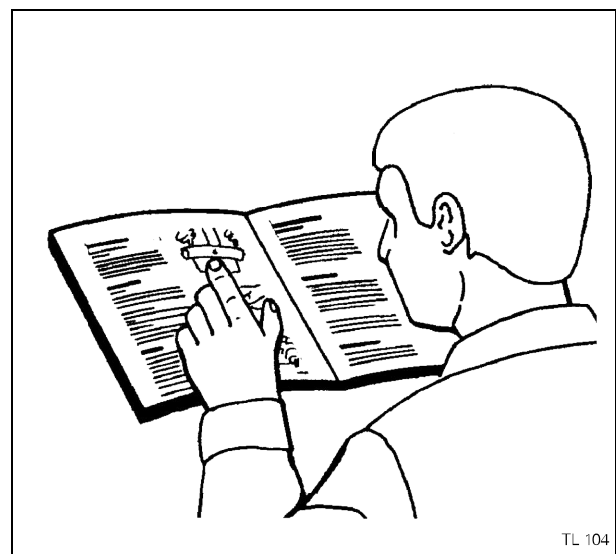

Fig. 8
**STUDY IT BEFORE YOU START WORK (Fig. 8).**